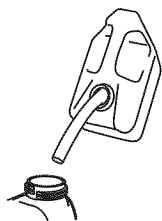

Fig. 6
- Coloque la boquilla del depósito de gasolina en el orificio de llenado del tanque de combustible y llénelo. (Fig. 6)